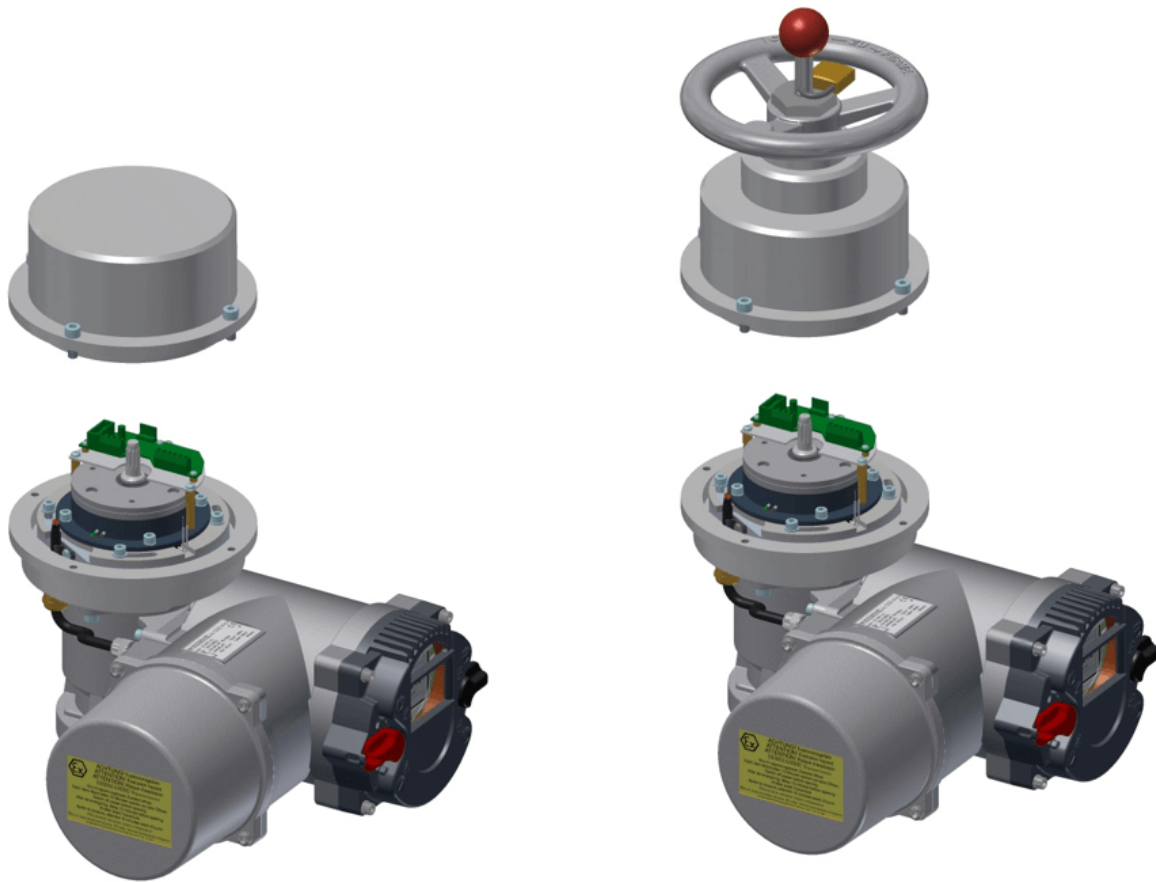

Bild 10: Öffnen des Deckels
1. Öffnen des Deckels wie in Bild 10, Seite 21